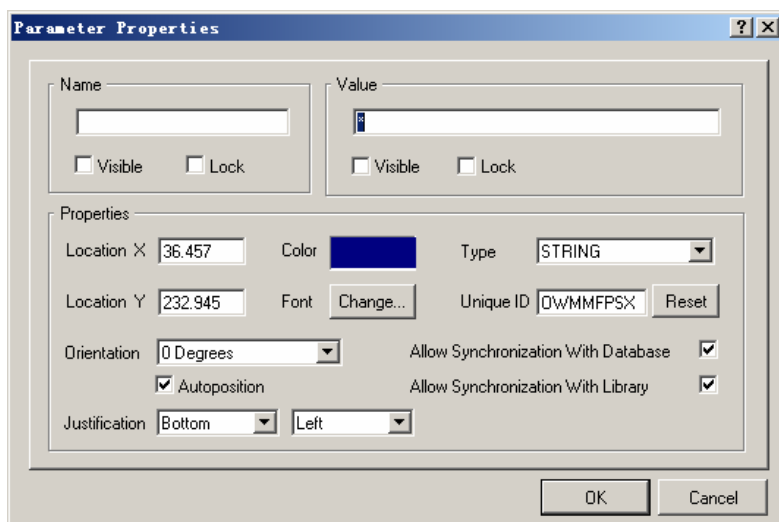

图 2.63 “Parameter Properties”对话框
(11) 单击“Parameters”选项卡中的“Add”按钮，打开如图 2.63 所示的“Parameter Properties”对话框。